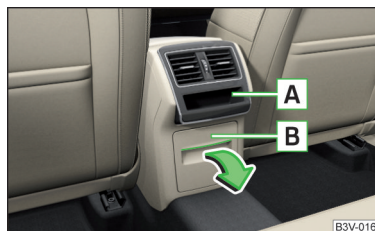

Fig. 123
En la consola central trasera se encuentra dependiendo del equipamiento un compartimento guardaobjetos abierto **A**, así como un compartimento guardaobjetos bloqueable **B** » fig. 123.
- » Para **abrir** el compartimento guardaobjetos **B**, tirar en la parte superior del hueco y abrir el compartimento en el sentido de la flecha » fig. 123.